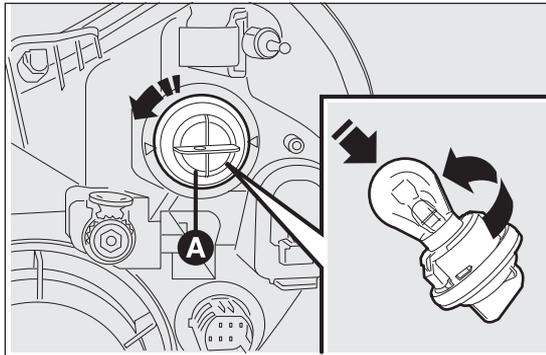

Abb. 194
- den Lampenhalter im Gegensinn drehen A Abb. 194 und herausnehmen;